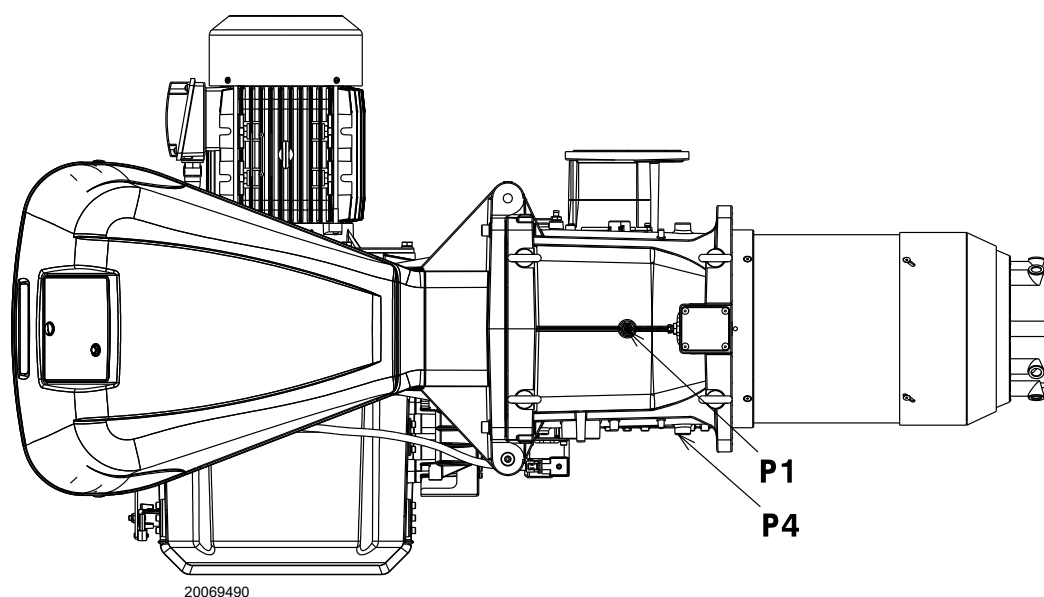

Fig. 26
Pressione del gas misurata alla presa P1)(Fig. 26), con:
- sottrarre dalla pressione del gas alla presa P1)(Fig. 26) la pressione in camera di combustione.
Pressione del gas alla presa P1)(Fig. 26) = 58,1 mbar
Per conoscere invece la pressione del gas necessaria alla presa P1)(Fig. 26), fissata la potenza MAX alla quale si desidera funzioni il bruciatore:
- Leggere sulla destra, colonna 1, la pressione alla presa P1)(Fig. 26).
pressione necessaria alla presa P1)(Fig. 26).